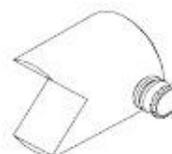

Abb. 1-6. V-Kopf
c. V-Kopf. Der V-Kopf (Abb. 1-6) ist im Wesentlichen ein zylindrischer Kopf mit 3" (7,6 cm) Durchmesser und einem 90° "V", das ca. 1" (2,5 cm) tief in seiner Mitte eingefräst ist. Der V-Kopf wird in erster Linie zur Stabilisierung aller Gegenstände mit einer Ecke bzw. einem Winkel am Abstützpunkt benutzt.